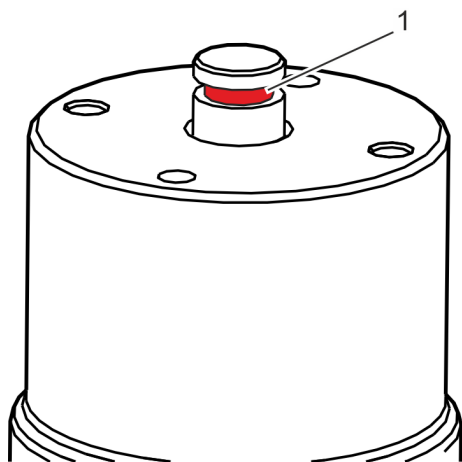

Fig. 33: Muesca de la guía
1. ➤ Introduzca dos destornilladores planos uno enfrente de otro en la muesca (Fig. 33/1) de la guía.